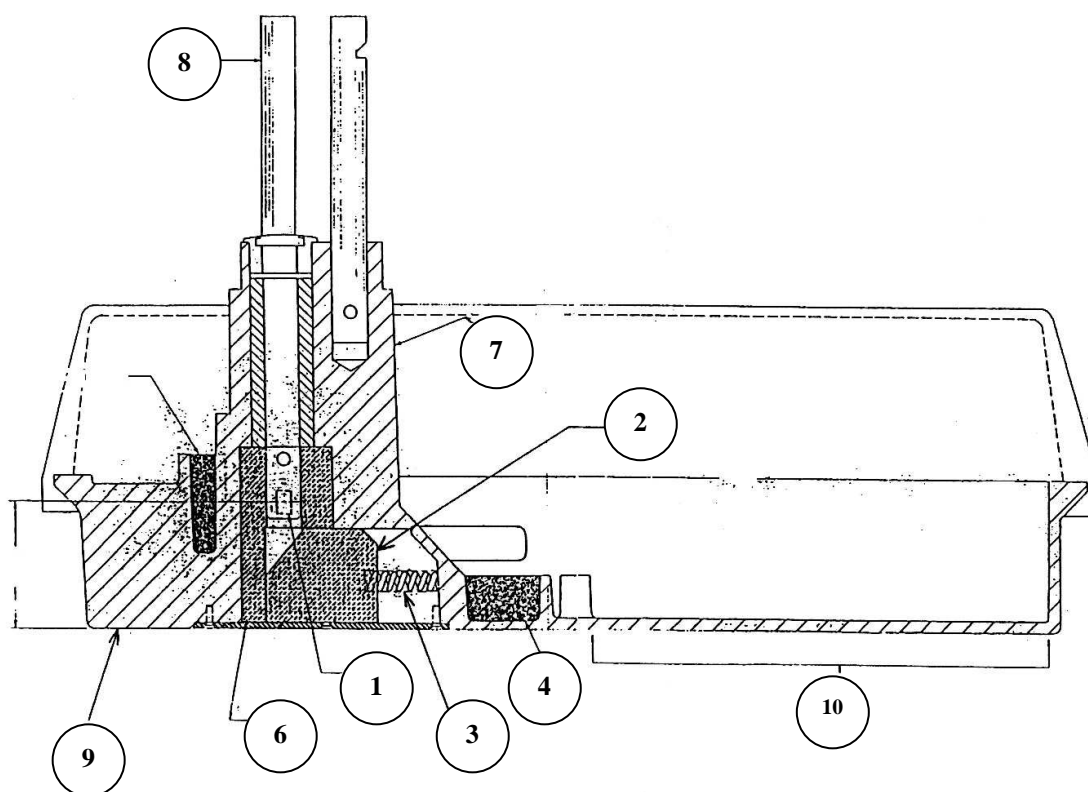

Figure 5
- S'être assuré que l'obturateur (**repère 2, figure 5**) est bien fermé.